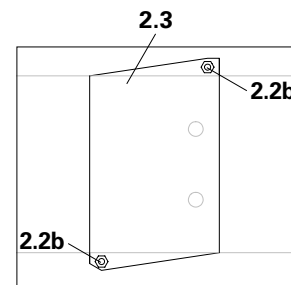

Fig. A3.05.2
6. Drej topspindler ud på de mellem-liggende støtter. Fastgøres med Centre-ringsbolte (2.2b). (Fig. A3.05.2)